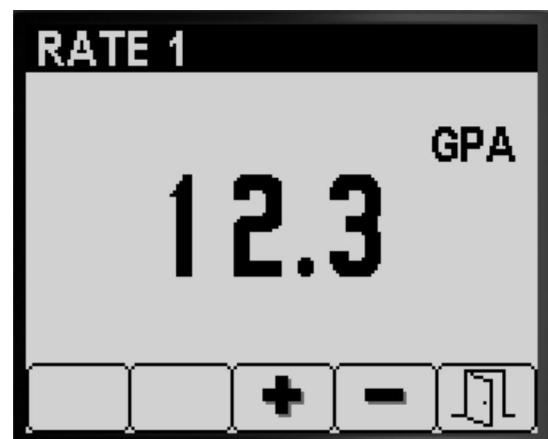

Figura 7
3. Prima os botões 3 ou 4 para aumentar ou baixar a taxa do pulverizador (Figura 7).